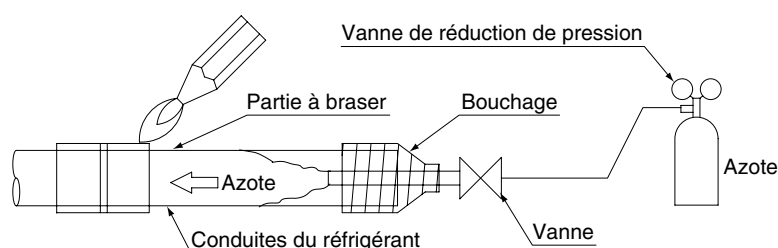

Fig. 5
- Lors du brasage de la tuyauterie de réfrigérant, commencez les travaux après avoir remplacé le nitrogène (*1) ou effectuez le brasage pendant que le nitrogène s'écoule dans la tuyauterie de réfrigérant (*2) (**Reportez-vous à la Fig. 5**) et à la fin, effectuez les raccords évasés ou à rebord de l'unité intérieure et de l'unité BS.